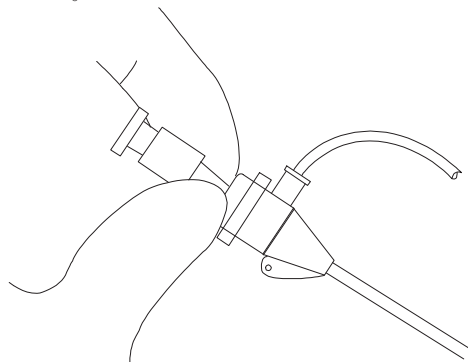

図 3
- (7) スナップ・フィットリングをはずしてダイレーターをカニューラのハブ固定から外す。（図 3 参照）。ダイレーターを抜き、カニューラ先端を損傷させないためにカニューラが血管内に挿入されるまでダイレーターを抜かないこと。